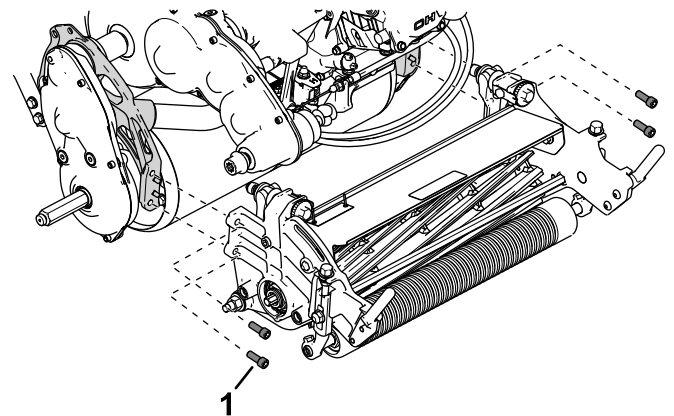

Figura 51
4. Rimuovete le viti a esagono incassato che fissano l'apparato di taglio al telaio (Figura 51).